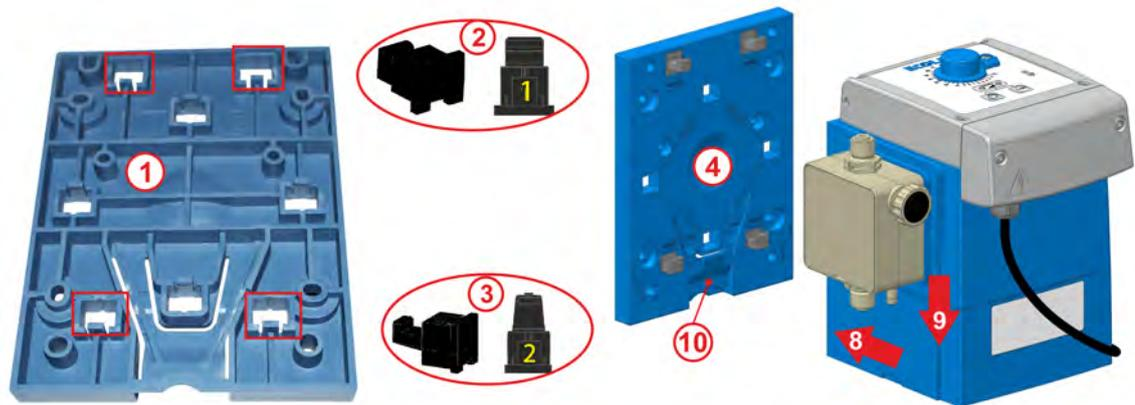

Fig. 9: Preparaciones para el montaje en pared
Para el montaje de pie se emplean los elementos de sujeción con el número 2 (Fig. 9, pos. 3) y con el número 1 (Fig. 9, pos. 2).
Introducir los elementos de sujeción (indicación: **1**, Fig. 9, pos. 2) por detrás en los dos orificios superiores con la indicación «wall» (= montaje en pared) y encajarlos.
3. Introducir los elementos de sujeción (indicación: **2**, Fig. 9, pos. 3) por detrás en los dos orificios inferiores con la indicación «wall» y encajarlos.